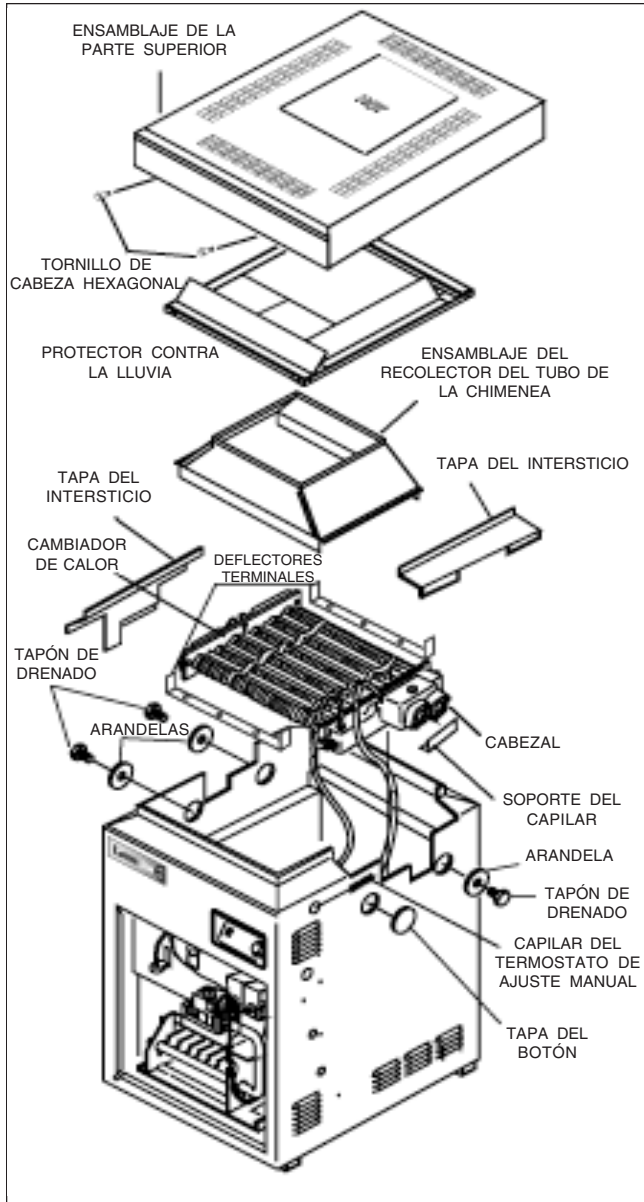

Figura 2. Inversión del cambiador de calor.
3. Remueva los tornillos de cabeza hexagonal sujetando la parte superior y levante en forma recta la parte superior del ensamblaje (ver Figura 2).
6. Remueva, debajo del cabezal posterior, la abrazadera que sostiene el capilar del termostato manual de reajuste (ver Figura 2).
9. Remueva las tres arandelas de la sobrecubierta y del tapón y los tapones de drenaje (ver Figura 2). Uno está ubicado debajo de las conexiones de agua a la derecha del calentador. Los otros dos están sobre el lado izquierdo del calentador. Suavemente extraiga el botón de drenaje de la sobrecubierta del calentador ubicado sobre el lado derecho del calentador.
10. Marque y desconecte el cable blanco en el interruptor de presión (PS) y el cable blanco en el bloque del terminal.